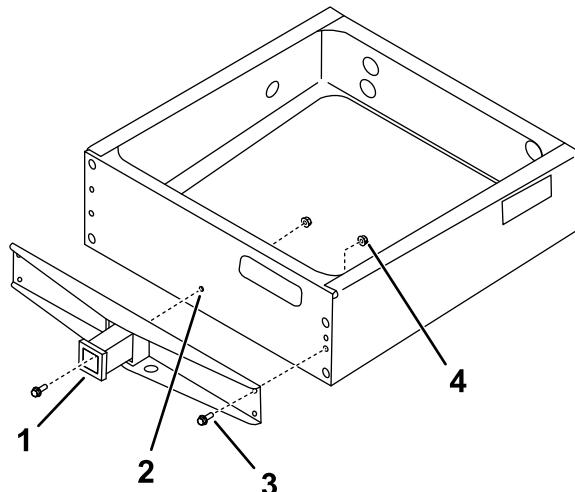

Рисунок 1
- Присоедините приемное сцепное устройство к задней раме с помощью 4 болтов с фланцевыми головками и фланцевых гаек (Рисунок 1).